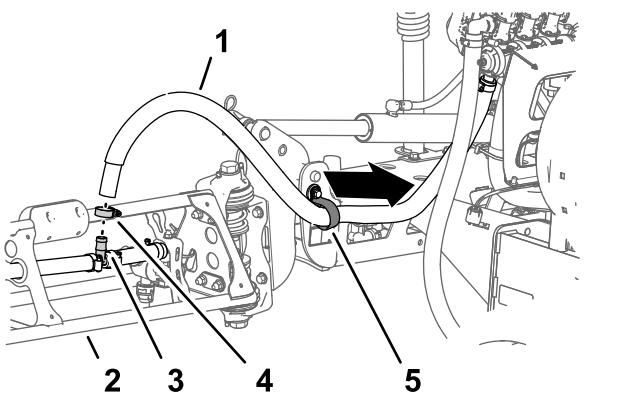

Figura 33
1. Na secção de pulverização exterior, retire a braçadeira de tubos que prende o tubo da secção do pulverizador à união estriada em T (Figura 33).
2. Retire o tubo da união em T (Figura 33).
3. Retire a extremidade livre do tubo do grampo em R (Figura 33).